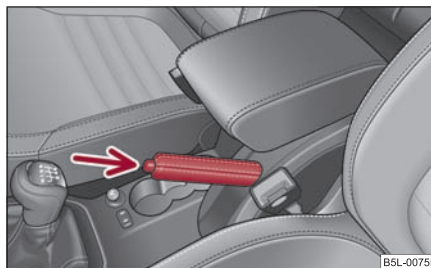

Fig. 146 Consola central: Freno de mano
- Tire de la palanca del freno de mano un poco hacia arriba **y pulse al mismo tiempo** el botón de bloqueo ⇒ fig. 146.